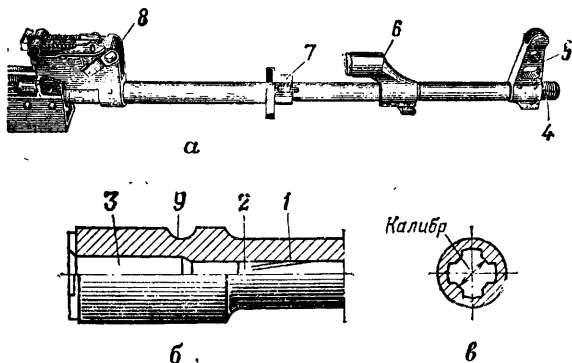

Рис. 25. Ствол:
11. Ствол (рис. 25) служит для направления полета пули. Внутри ствол имеет канал с четырьмя нарезами, выходящими слева вверх направо. Нарезы служат для придания пуле вра-